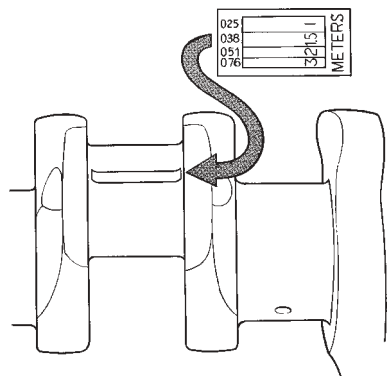

Fig. 78 Mesure de contrôle avec le plastique gradué
3. Enlever le chapeau de palier de bielle et mesurer la largeur sur le plastique gradué à l'endroit le plus large. Utiliser l'échelle qui accompagne le plastique (figure 78).